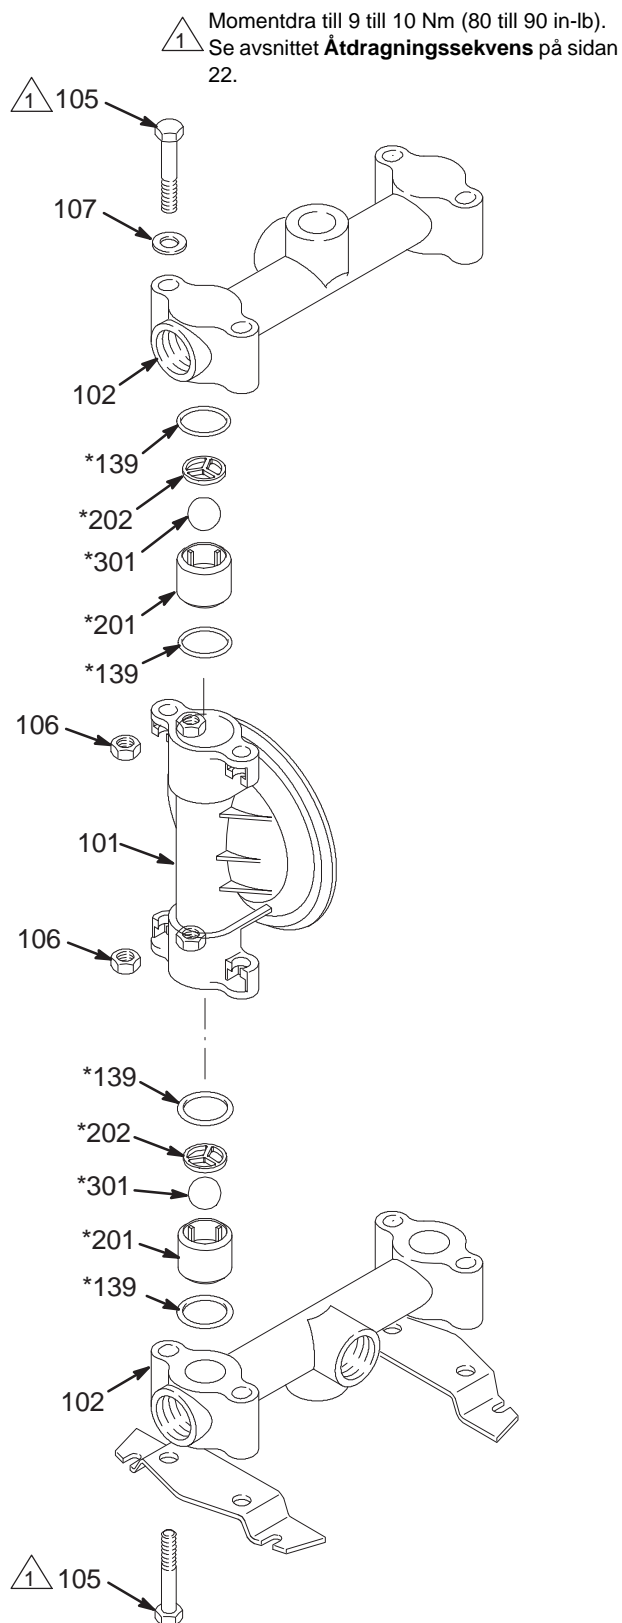

Fig. 9
OBS: Se till att alla backventilkomponenter sitter på plats. Se FIG. 9 på sidan 16.
3. Skruva bort de fyra bultarna (105), brickorna (107) och muttrarna (106) som fäster fördelningsrören (102) till kåporna (101). Lyft av fördelningsröret från pumpen. Se fig. 9.
4. Ta bort den yttre O-ring (139*), kulstyrningen (202*), kulan (301*), sätet (201*) och den inre O-ring (139*) från var och en av kåporna (101).
5. Vänd pumpen. Ta bort bultarna (105), muttrarna (106), fötterna (108) och det nedre fördelningsröret (102).
6. Ta bort den yttre O-ring (139*), sätet (201*), kulan (301*), kulstyrningen (202*) och den inre O-ring (139*) från var och en av kåporna (101).
8. Montera. Följ alla anmärkningar i FIG. 9. Se till att backventilerna sätts samman **exakt** som i figuren.
5. Se till att alla backventilkomponenter sitter på plats. Se FIG. 9 på sidan 16.
6. Montera fördelningsrören (102) och dra åt fördelningsrörbultarna (105) till moment 9 till 10 Nm (80 till 90 in-lb). Se avsnittet **Åtdragningssekvens** på sidan 22.